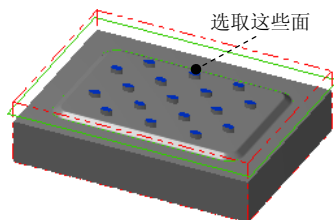

图 25.31 选取加工面
Step2. 选取加工面。在图形区中选取图 25.31 所示的曲面，然后按 Enter 键，系统弹出“刀具路径的曲面选取”对话框。单击 按钮，系统弹出“曲面精加工平行铣削”对话框。